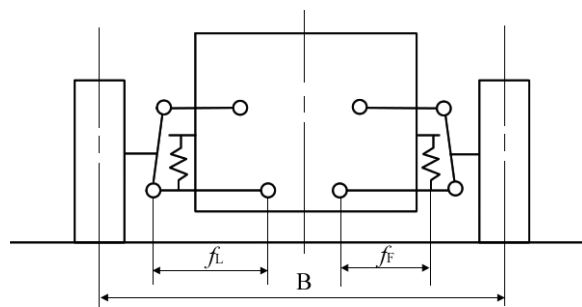

图5-2 双横臂独立悬架
**5.29** 某轿车具有双横臂独立悬架系统, 如图 5-2 所示。当轿车转向行驶时, 因悬架的弹性变形会引起车身的侧倾, 侧倾对汽车操纵稳定性有重要影响。